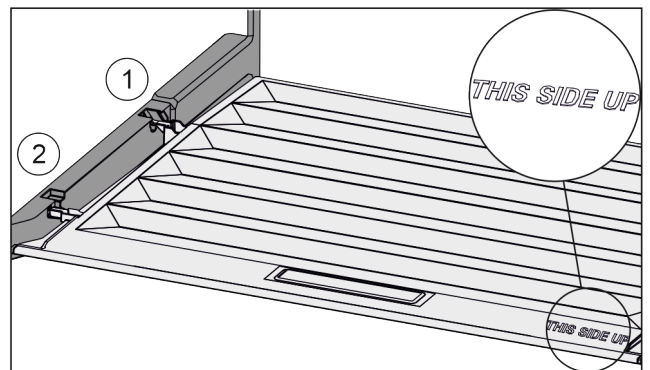

Fig. 102
- ▶ Introduire les rainures du couvercle par l'orifice du support arrière *Fig. 102 (1)* et les enclencher à l'avant dans le support *Fig. 102 (2)*.